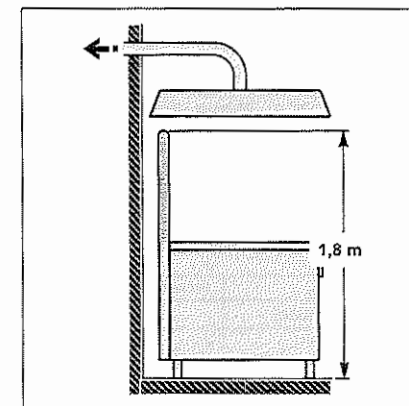

Fig. 18 Scarico fumi attraverso cappa di aspirazione
- La parte terminale del condotto di evacuazione dell'apparecchiatura deve trovarsi a circa 1,8 m dalla superficie di appoggio dell'apparecchiatura e la sezione di sbocco del condotto di evacuazione dei prodotti di combustione deve essere collocata entro il perimetro di base della cappa (vedi Fig. 18 Scarico fumi attraverso cappa di aspirazione).